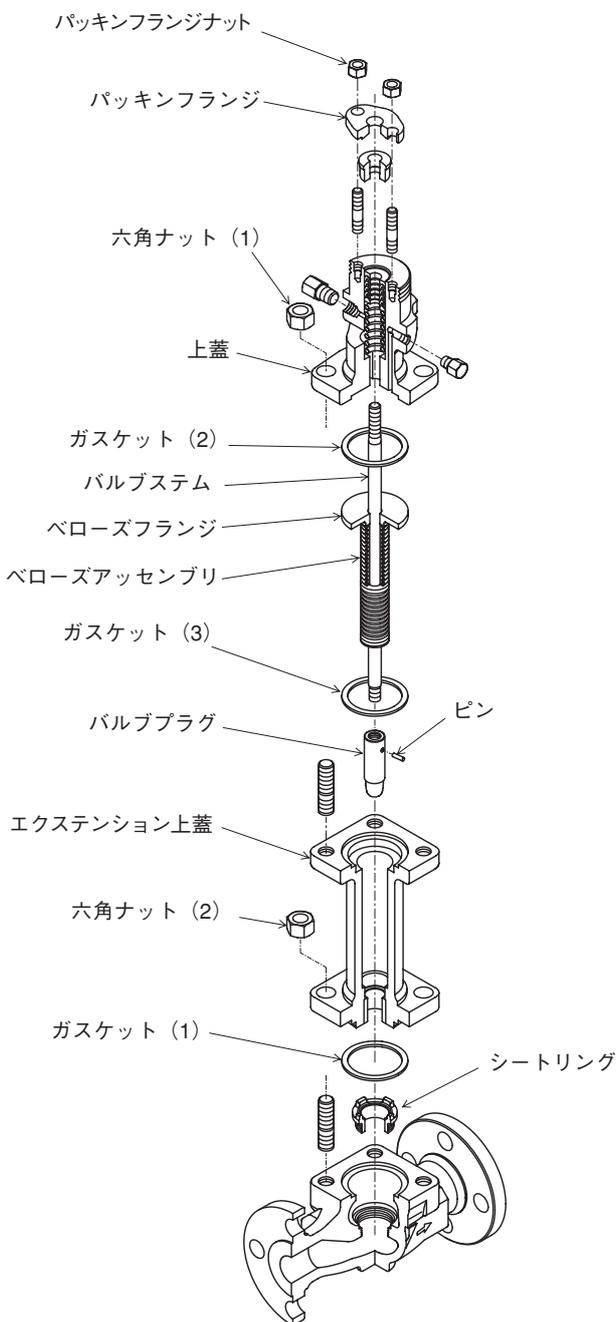
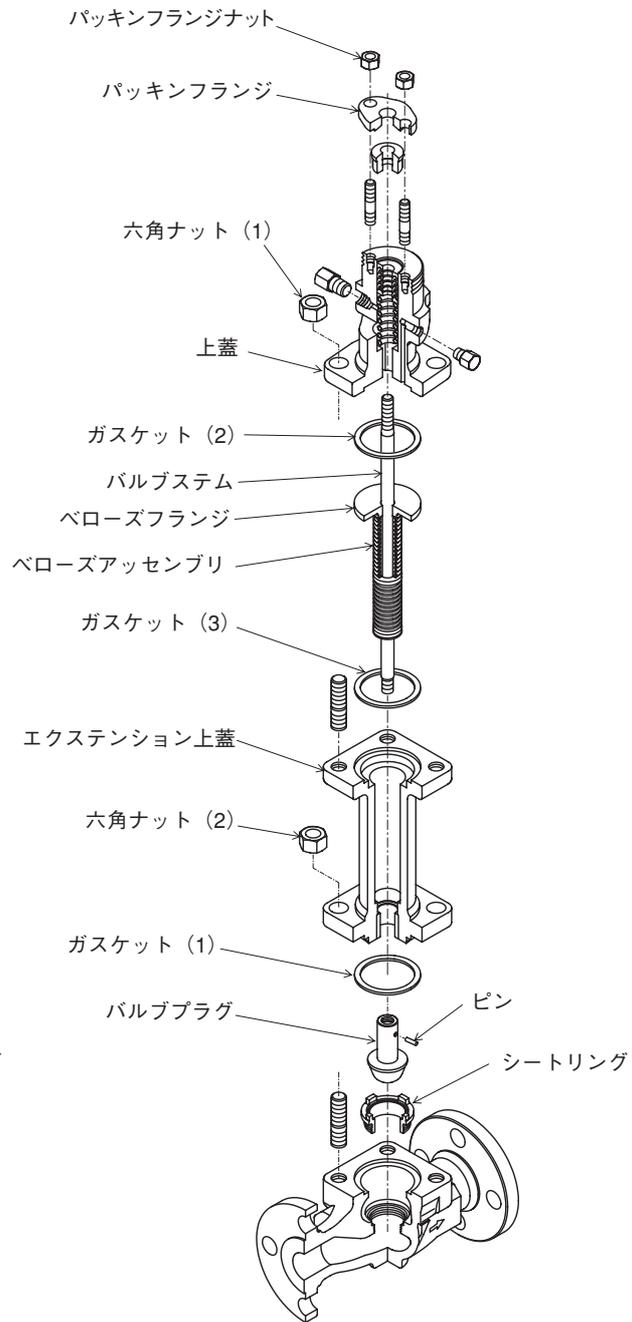

図6-1 HLS形 (Cv ≤ 4)
図6-2 HLS形 (Cv ≤ 6.3) およびPTFEインサートの場合
HLS形調節弁は弁のCv値により、またはPTFEインサートの有無によりポートの形状が異なるため、取扱方法が多少異なります。構造を図6-1、図6-2に示します。（図5-1参照）
- 【5】 エクステンションを止めている六角ナット (2) をレンチを用いて外し、エクステンションをステムごと本体から外します。
- 【6】 (6)-1 HLS、 $Cv \leq 4$ の場合 (図 6-1 参照)
(6)-2 HLS、 $Cv \geq 6.3$ および PTFE インサート形の場合 (図 6-2 参照)